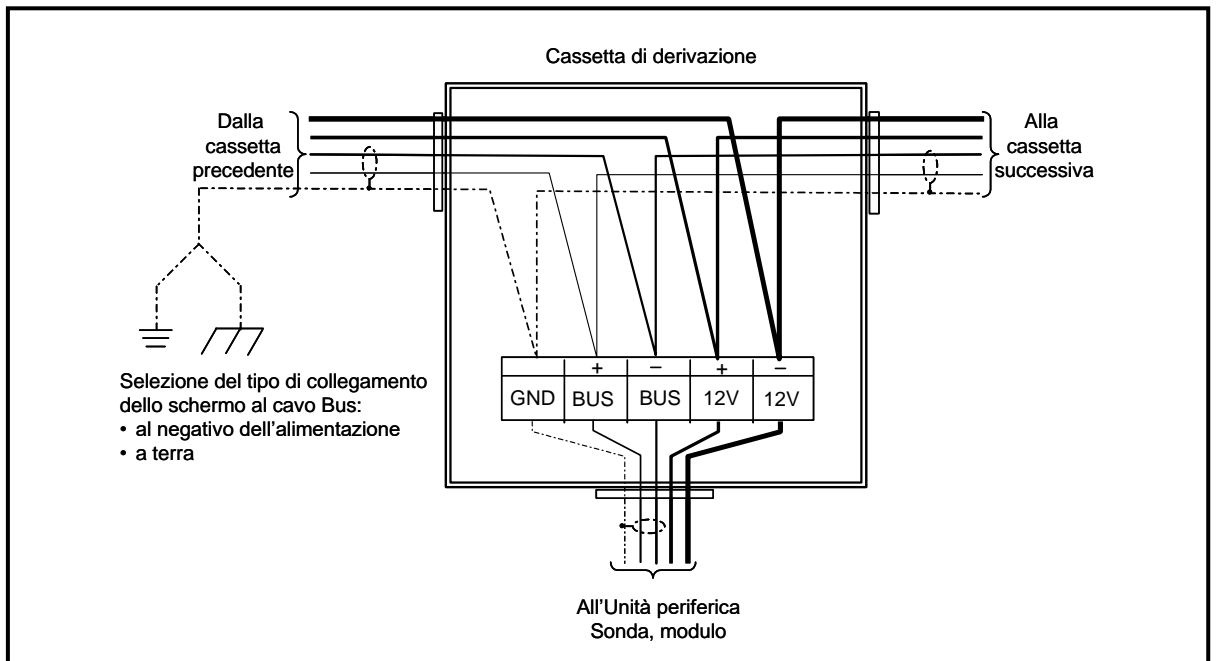

Fig. 4.3 – Cablaggio in cassetta di derivazione
- lo schermo del cavo BUS deve essere collegato a terra da una parte sola ed in prossimità del generatore, mentre il collegamento delle tratte successive è mostrato in Fig. 4.3
La fig. 4.3 mostra una possibile realizzazione cablata della cassetta di derivazione.